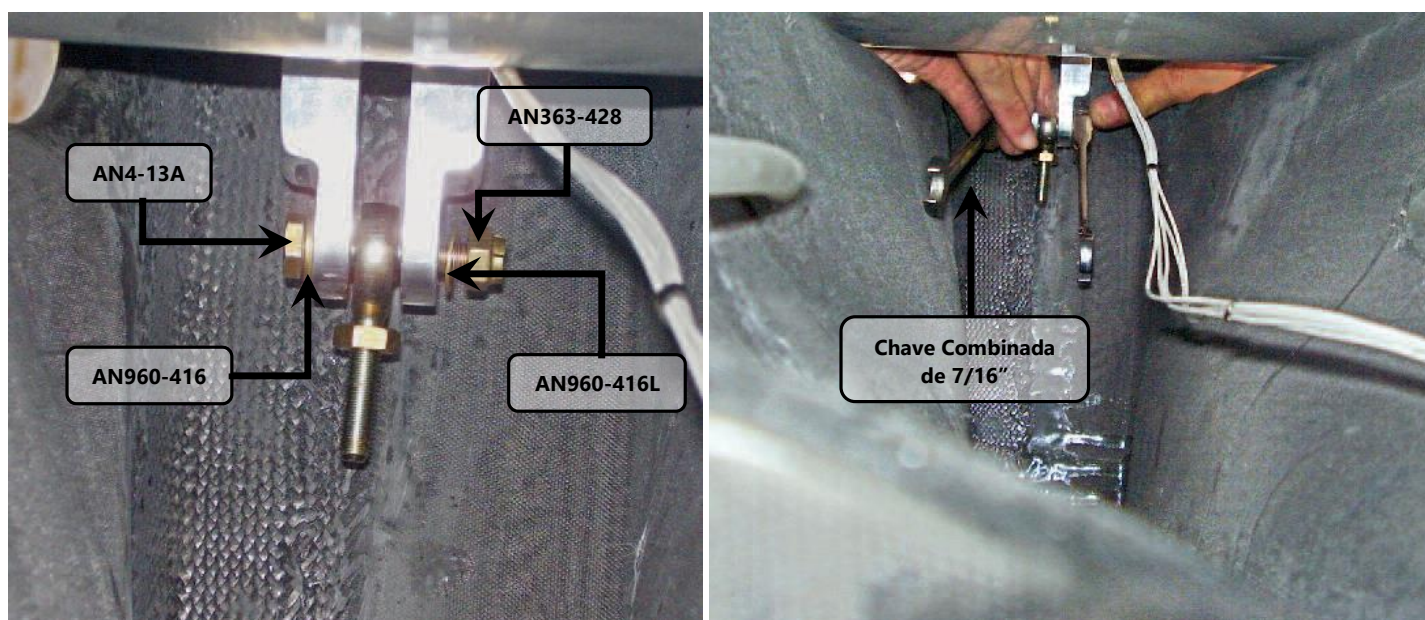

Figura 55.20.22 – Fixação da rótula da haste de comando do profundor.
13. Instalar o parafuso AN4-13A e demais hardwares mostrados na figura 55.20.22. Utilize, inicialmente, duas chaves combinadas de 3/8" conforme ilustra a mesma figura.